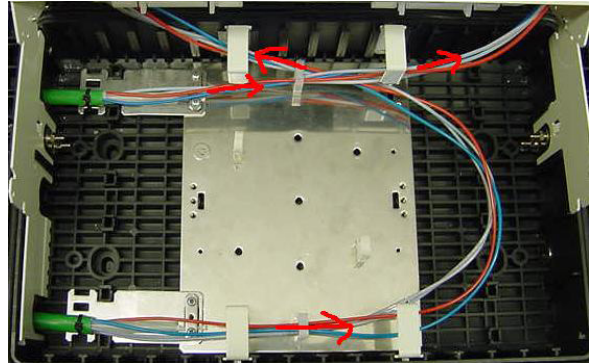

Bild 2
När kablar placeras som på bild (2), rekommenderas att man slingar tuberna enligt bild 2.